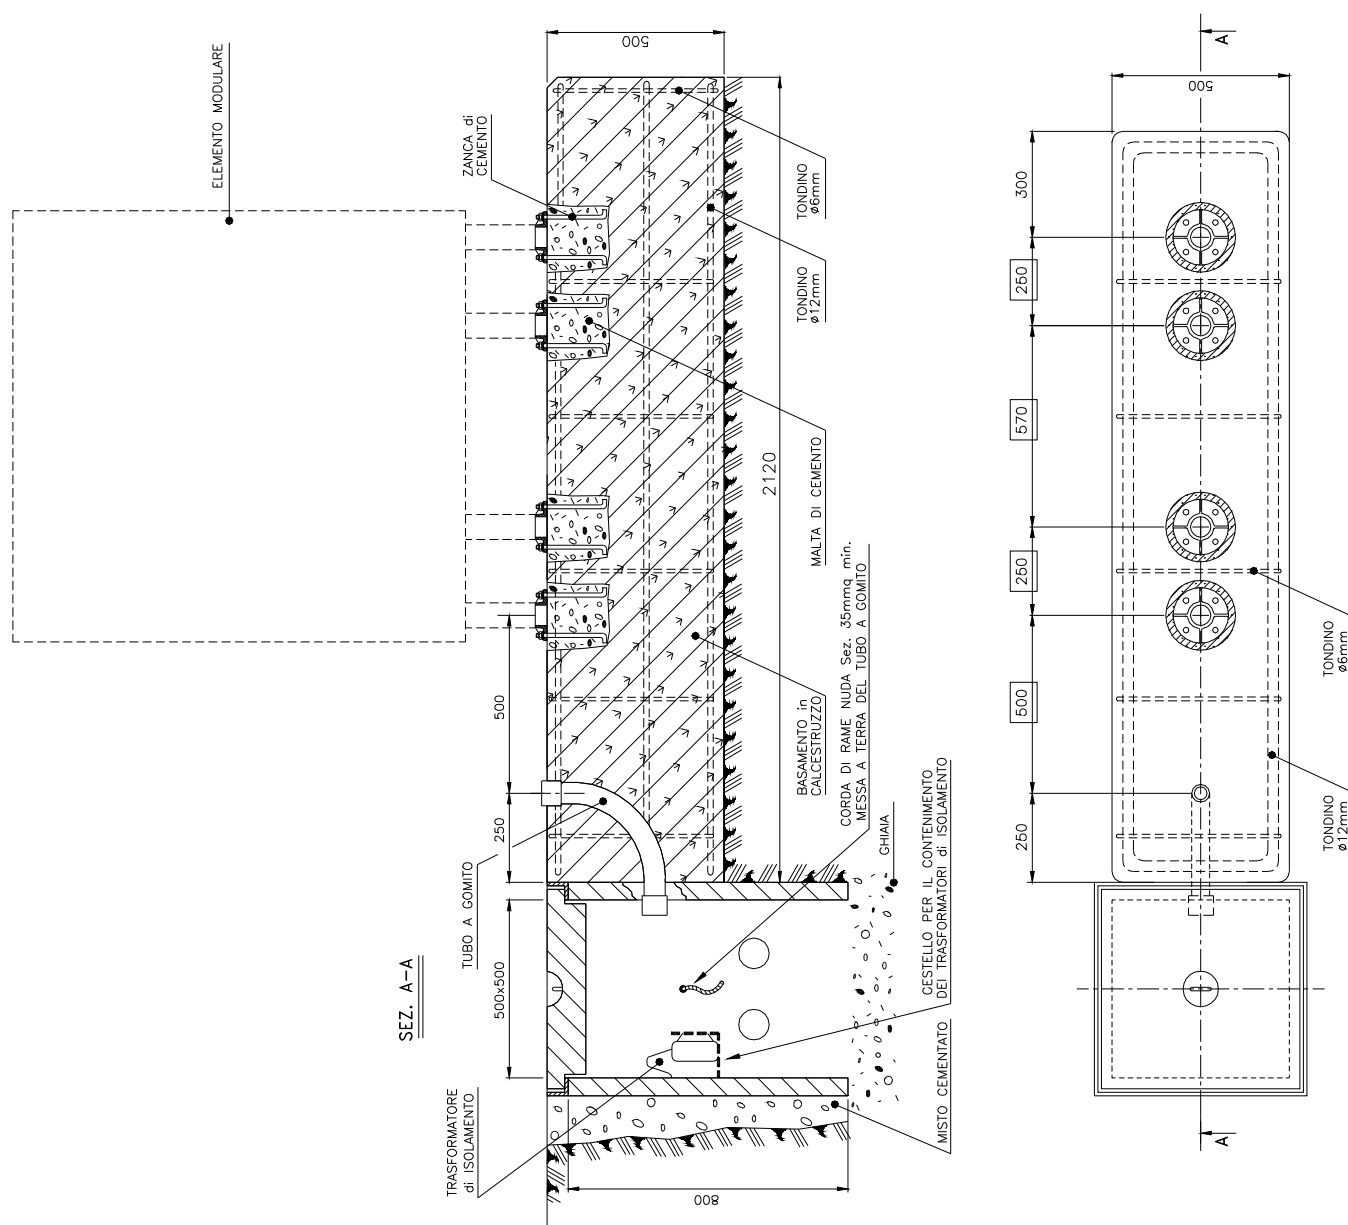

FIG. 2 - TABELLE LUMINOSE SDS -
- d. Il basamento per la tabella deve essere piano e a livello. Riferirsi alla Fig. 2 per i relativi dati. Il trasformatore di isolamento deve essere posato entro un pozzetto in cemento completo di curva a gomito per il passaggio del cavetto secondario del trasformatore o una base in acciaio completa di piatto di base con manicotto superiore 2" Gas per il collegamento presa-spina.